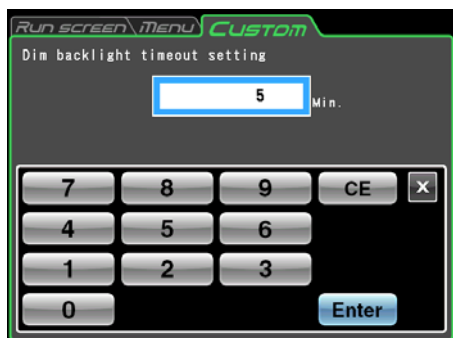

Figure 24 Écran permettant de spécifier la période après laquelle le rétroéclairage sera tamisé
- Si vous appuyez sur « min. » lorsque le mode de rétroéclairage tamisé est activé, l'écran représenté sur Figure 24 Écran permettant de spécifier la période après laquelle le rétroéclairage sera tamisé vous permet de régler l'heure à laquelle le mode de rétroéclairage tamisé commencera. Vous pouvez programmer une durée comprise entre 1 et 180 minutes par incréments d'une minute.
- Si vous touchez l'écran en mode de rétroéclairage tamisé, la luminosité normale réglée à l'étape (1) sera rétablie.